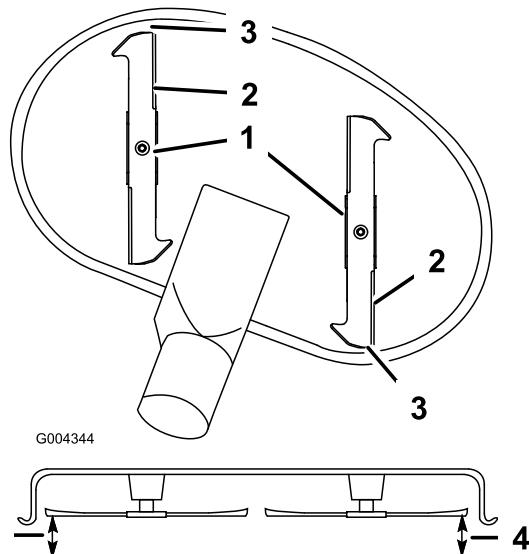

Figura 55
9. Ponga la altura de corte en **D** (76 mm) y gire con cuidado las cuchillas hasta que estén alineadas hacia adelante y hacia atrás (Figura 55).
10. Mida entre la punta de la cuchilla delantera y la superficie plana y entre la punta de la cuchilla trasera y la superficie plana (Figura 55). Si la punta de la cuchilla delantera no está entre 1,6 y 7,9 mm más baja que la punta de la cuchilla trasera, ajuste las contratuerzas delanteras.